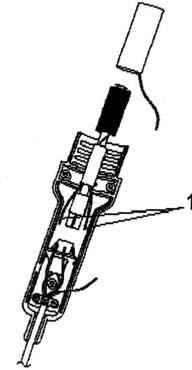

Fig.2
- Lösen Sie die Verbindungen und ziehen Sie das Heizelement vorsichtig aus der Edelstahlhülse heraus (Fig. 2)